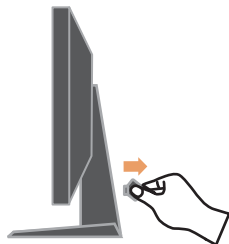
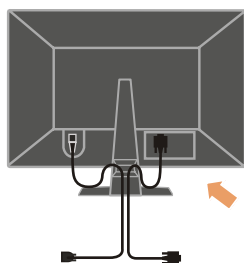

图1
图2
- 步骤2：轻压线扣两端，向外拆除线扣（如图2）。
先将线扣取下（如图1），电源线和信号线插好后，再将尾线摆放在支架饰板后侧（如图2），将线扣包裹尾线并安装在支架饰板卡槽中（如图3）。